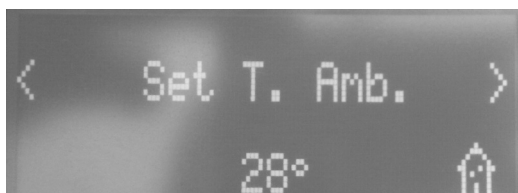

Fig. 11 - Wyświetlacz
**Predkosc Wen. Pow.** - niniejsza funkcja umożliwi wybranie żądanej prędkości dla wentylatorów otoczenia od 1 do 5 lub A . A oznacza automatycznie, wentylacja śledzi moc, ustawienie zalecane (patrz Fig. 11).